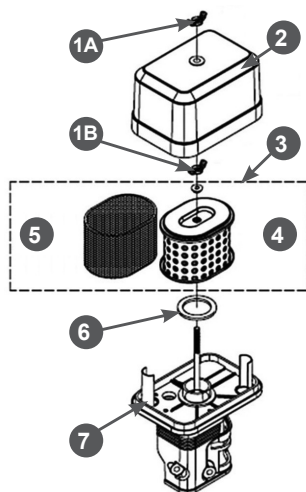

Рис. 22. Обслуживание воздушного фильтра
- Открутите барашковую гайку 1А и снимите крышку 2 воздушного фильтра (Рис. 22).
- Открутите барашковую гайку 1В и извлеките из корпуса воздушный фильтр 3 в сборе (Рис. 22).
- Проверьте целостность и чистоту фильтрующих элементов. Поролоновый (предварительный) фильтрующий элемент 5 установлен на корпусе бумажного фильтрующего элемента 4 (Рис. 22).
4. При незначительном загрязнении промойте поролоновый фильтрующий элемент 5 (Рис. 22) теплым мыльным раствором и просушите. Поврежденный или сильно загрязненный поролоновый фильтрующий
- Произведите очистку крышки 2 и корпуса 7 воздушного фильтра (Рис. 22), не допуская попадания пыли и грязи в воздухопровод, ведущий к карбюратору.
- Перед установкой воздушного фильтра 3 убедитесь, что уплотнительное кольцо 6 воздушного фильтра находится на месте и не имеет повреждений (Рис. 22).